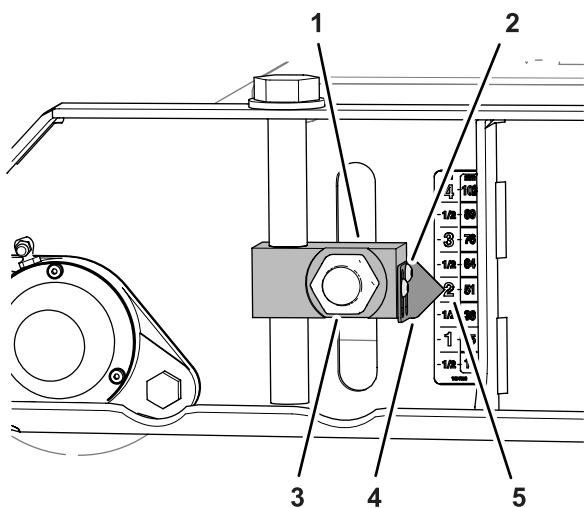
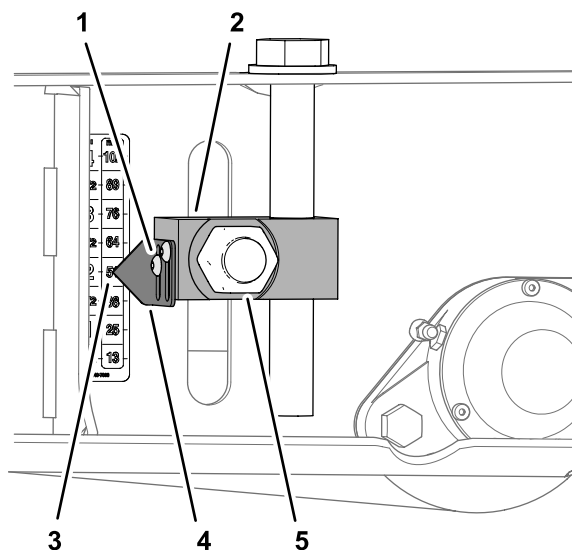

Figura 82
Figura 84
3. Afloje los 2 tornillos allen que sujetan el puntero al bloque del ajustador de altura de corte, alinee el puntero con la marca de 51 mm (2") de la pegatina, y apriete los tornillos (Figura 82).
6. Afloje los tornillos allen que sujetan los 2 punteros al bloque del ajustador de altura de corte, alinee los punteros con la marca de 51 mm (2") de la pegatina, y apriete los tornillos (Figura 84).
7. Apriete las 4 tuercas que sujetan los 4 ajustadores de altura de corte (Figura 82 y Figura 84) en los rodillos delantero y trasero a 322 – 396 N·m (238 – 292 pies-libra).